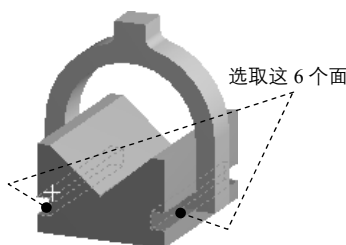

图 7.6.17 定义接触面
(1) 定义接触面。在 **Scope** 区域中单击以激活 **Contact** 后的文本框，选取图 7.6.17 所示的模型表面（6 个面）为接触面，单击 **Apply** 按钮。